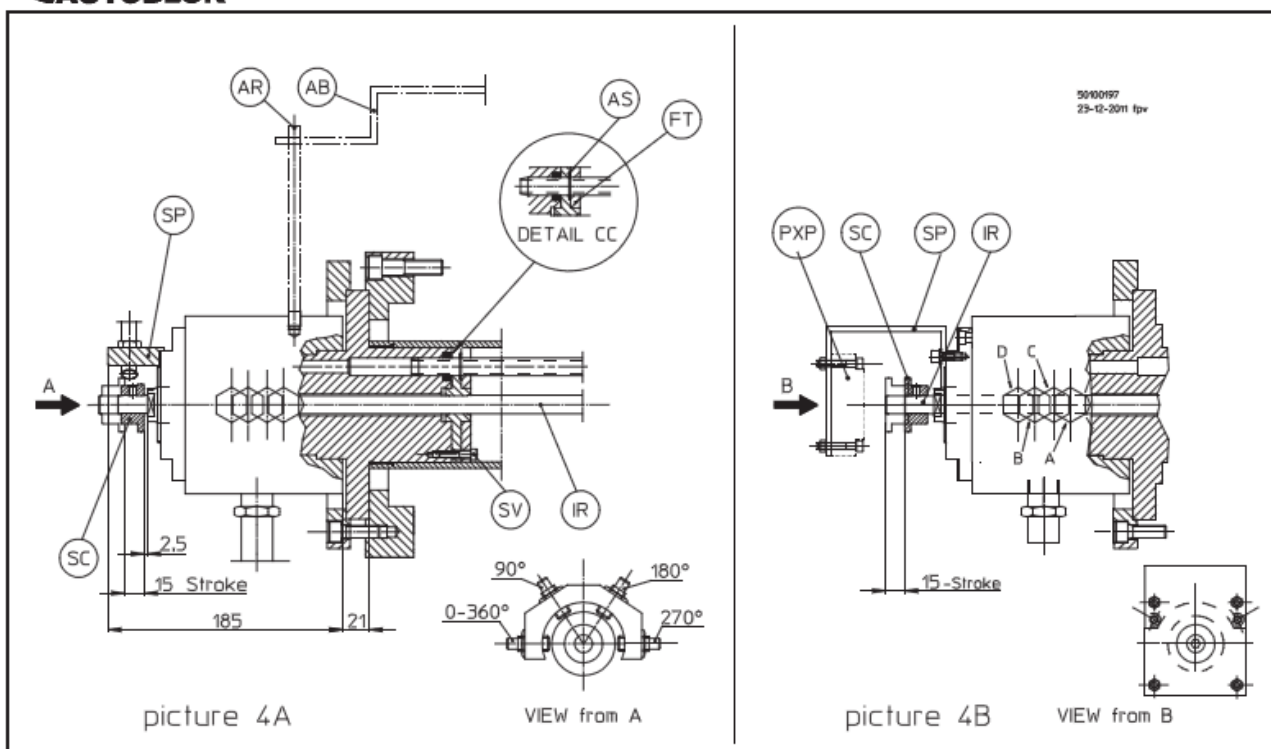

рисунок 4
3.20а В случае управления ходом с помощью датчиков положения смотрите рисунок 4А и действуйте следующим образом:
установите на заднюю часть стержня IR управляющий диск SC, затем присоедините и отрегулируйте датчики положения так, чтобы между датчиком и внешним диаметром диска было не более 0,5 мм; для осевого расположения диска установите расстояние между внутренней вращающейся частью коллектора и задней частью управляющего диска 2,5 мм (смотрите рисунок 4).
3.20б В случае управления ходом с помощью системы PXP смотрите рисунок 4В и действуйте следующим образом:
3.21 - Установите запорную скобу АВ на коллектор так, чтобы ни осевое, ни радиальное усилие не действовало на стопорный стержень AR (смотрите рисунок 4).